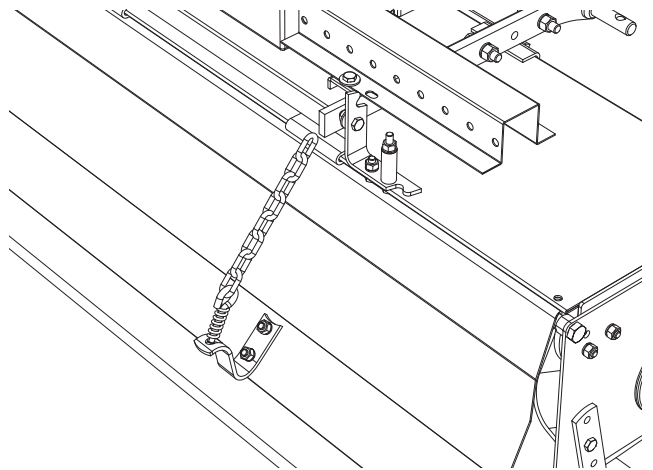

FIG. 8
- Montare la regolazione del cofano (Fig. 8)